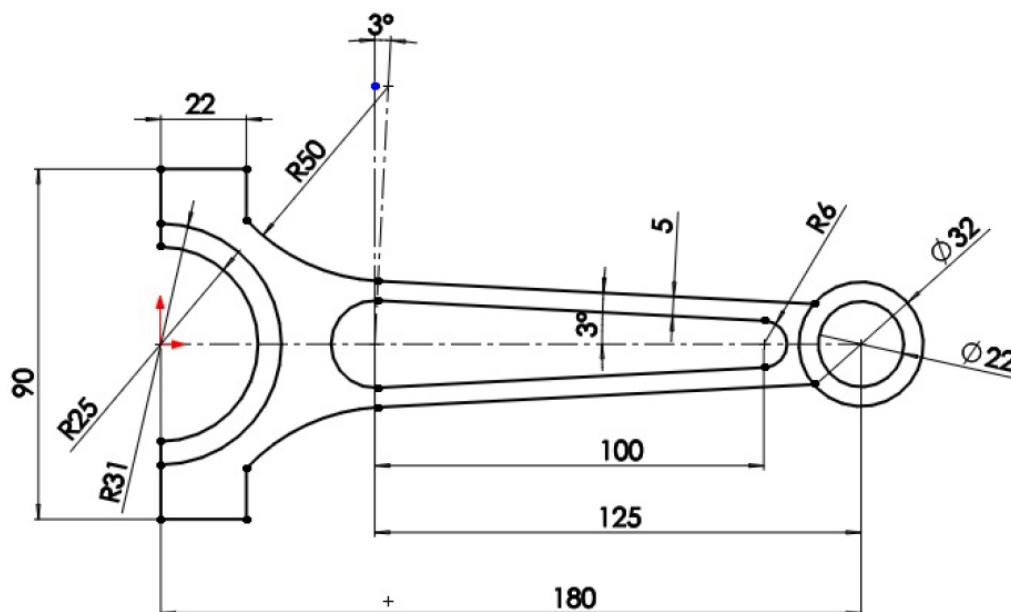

Рисунок 5.38 – Ескіз вигляду зверху моделі
- а) Нарисуйте ескіз вигляду зверху моделі (див. рис. 5.38).